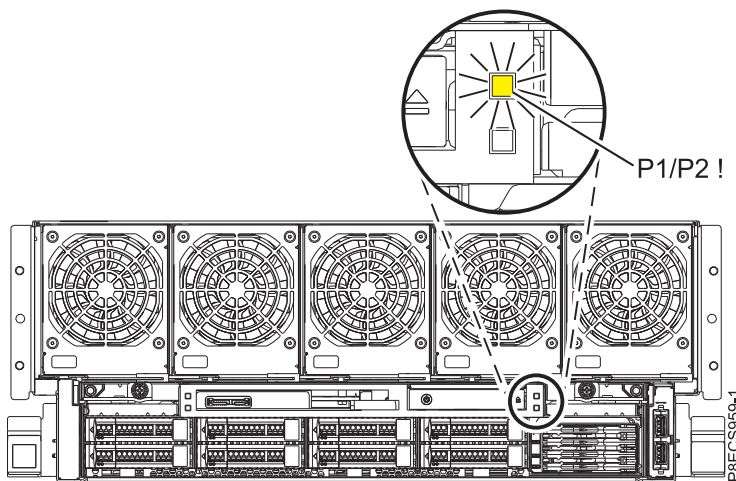

Figure 1. Voyant de panne **P1/P2 !** situé à l'avant du système 8408-44E ou 8408-E8E.
- Notez l'état du voyant de panne **P1/P2 !** situé à l'avant de votre système 8408-44E ou 8408-E8E, comme illustré dans la figure 1.